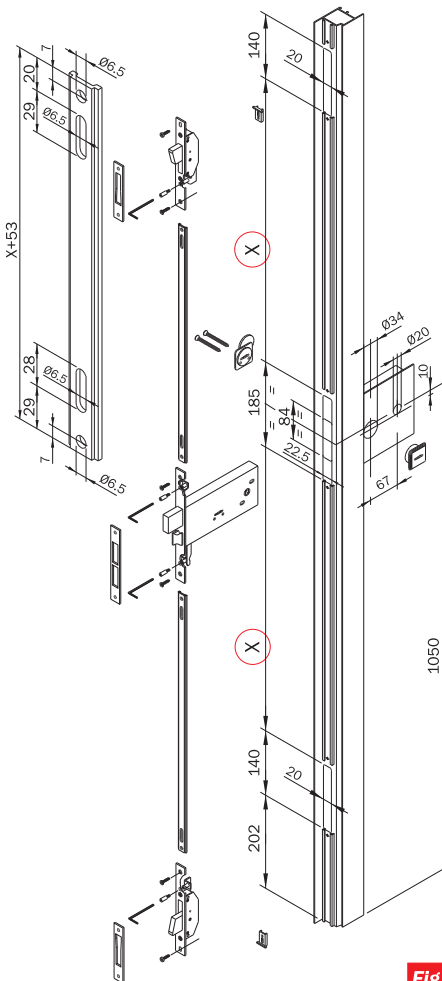
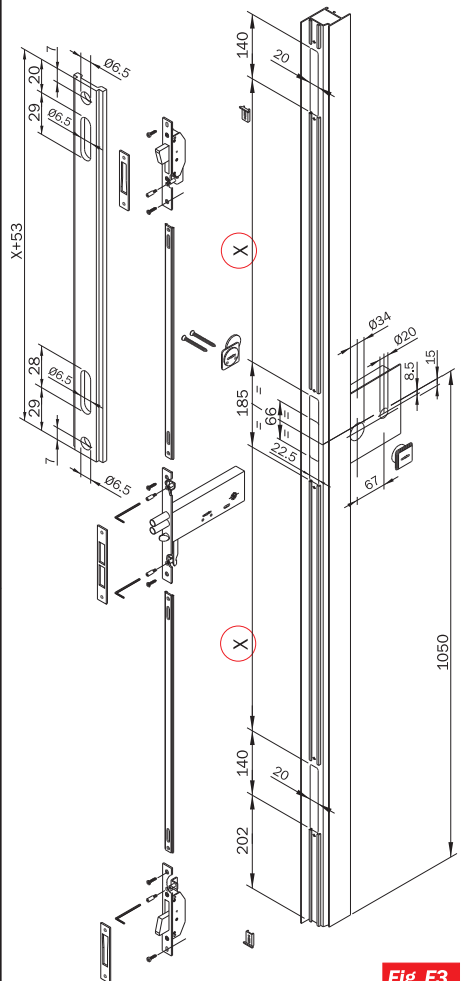

Fig. F2
Fig. F3
- 2) Tagliare le aste alla misura X+50 per le serrature da montante Fig. F1; X+53 per le serrature da fascia Fig. F2 e Fig. F3
- 2) Cut the rods to the size: X + 50 for locks to leading stile Fig. F1; X + 53 for locks to mid rail Fig. F2 and Fig. F3
- 2) Couper les tringles de la mesure de: X + 50 pour serrures à larder Fig. F1; X + 53 pour serrures en aluminium Fig. F2 et Fig. F3
- 2) Cortar las varillas dándoles las medidas siguientes: X+50 para cerraduras de embutir Fig. F1; X + 53 para cerraduras para perfil de aluminio Fig. F2 y Fig. F3